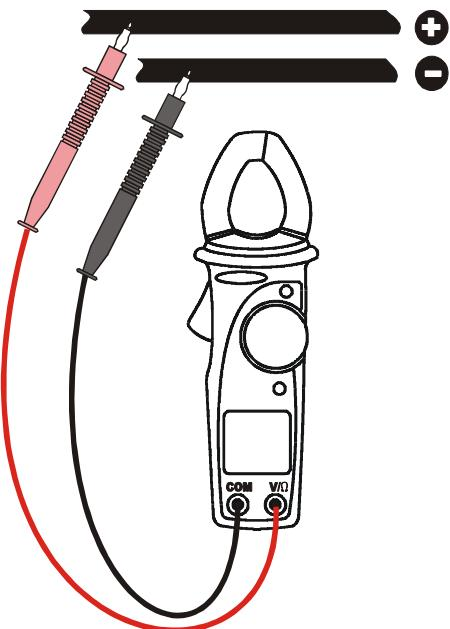

Fig. 5: Uso del instrumento ne la medida de tensòn CC
2. Inserte el cable rojo en el terminal de entrada V/Ω y el cable negro en el terminal de entrada COM, como visualizado en Fig. 5.